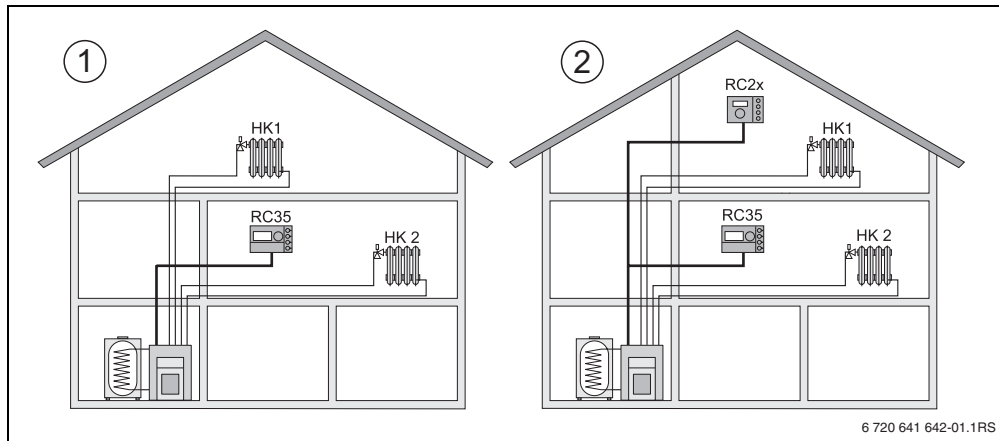

Fig. 2 Posibilidades en una instalación de calefacción con dos circuitos de calefacción
- Como única unidad de regulación en una instalación de calefacción con dos o más circuitos de calefacción (→ fig. 2, [1], pág. 13).
- En combinación con un mando a distancia (p. ej. RC2x/, RC20/RF, fig. 2, [2], pág. 13). En este caso, siempre se trata de dos circuitos de calefacción separados.